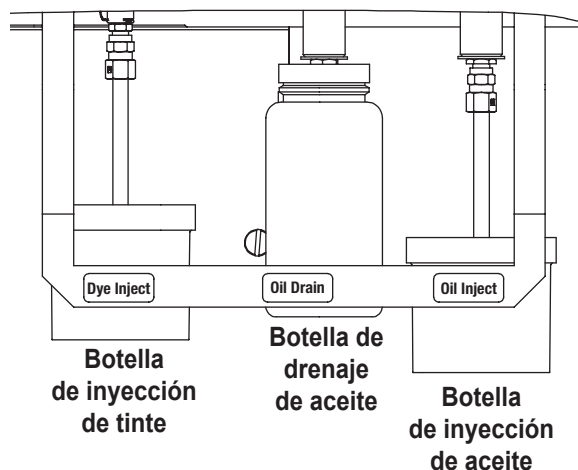

Figura 6
1. Vacíe la botella de drenaje de aceite antes de comenzar una recuperación. Desinstale la botella de drenaje de aceite de la máquina al jalar la botella verticalmente del conector magnético; no utilice un movimiento de giro o balanceo. Consulte la Figura 6.